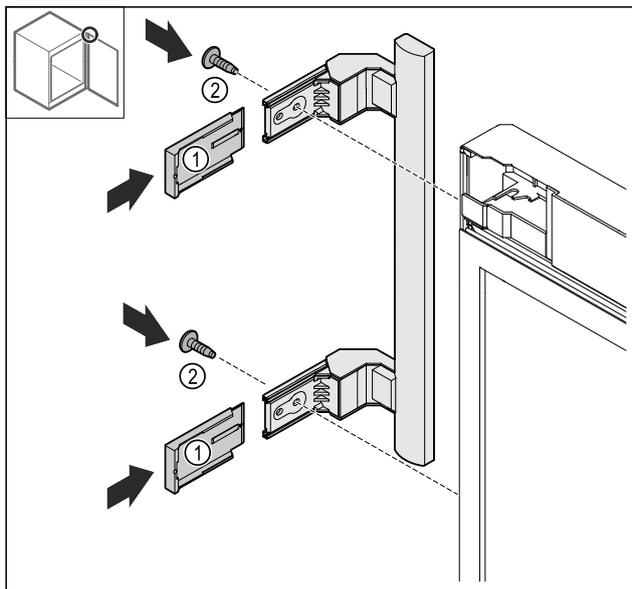

Fig. 25
- ▶ Надвиньте крышки Fig. 25 (1).